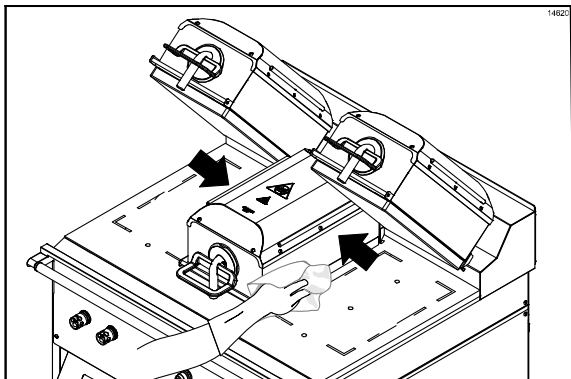

Abbildung 103
33. Beide Seiten der mittleren oberen Grillplatte abspülen. (Siehe Abbildung 103.)